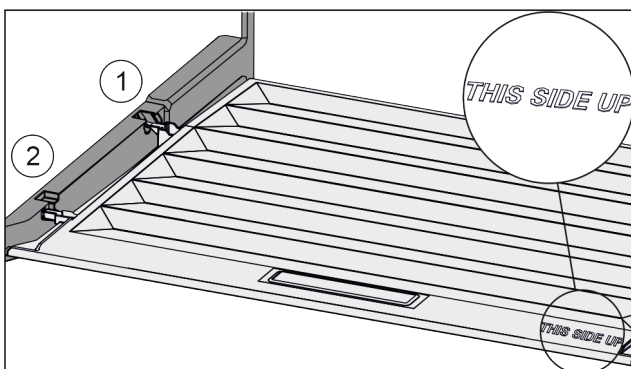

Fig. 28
- ▶ Вставити поперечні ребра через отвір заднього тримача Fig. 28 (1) і зафіксувати спереду у тримачі Fig. 28 (2).